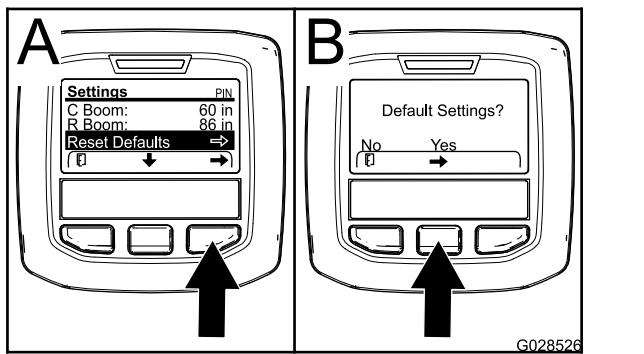

Figure 74
1. Appuyez sur le bouton de sélection central pour naviguer jusqu'à l'option Restauration des paramètres par défaut (Figure 74).
3. Dans l'écran Paramètres par défaut, appuyez sur le bouton de sélection gauche pour NON ou sur le bouton droit pour OUI (Figure 74).